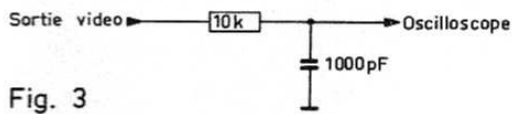

Fig. 3
- Prélever la tension de sortie de l'émetteur du transistor 6219 par l'intermédiaire d'une sonde faite comme indiqué fig. 3.
Prélever le signal au moyen de la sonde (fig. 3) sur le picot 2 du connecteur 13.